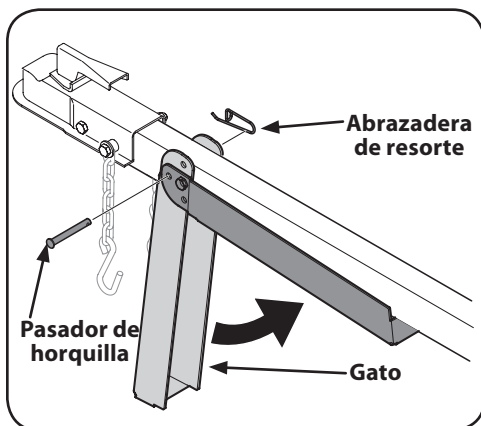

Figura 4-6
3. Sostenga la lengüeta y gire el gato hacia arriba contra la lengüeta. Vea la Figura 4-6.
4. Fije con la abrazadera de resorte y el pasador de horquilla que retiró previamente. Vea la Figura 4-6.